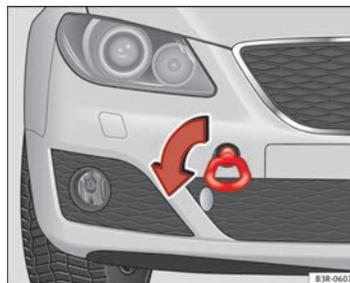

Fig. 233 Atornillado de la argolla de remolque en la parte delantera del vehículo
- Atornille la argolla hasta el tope hacia la *izquierda*, en el sentido que indica la flecha ⇒ **fig. 233**. ■